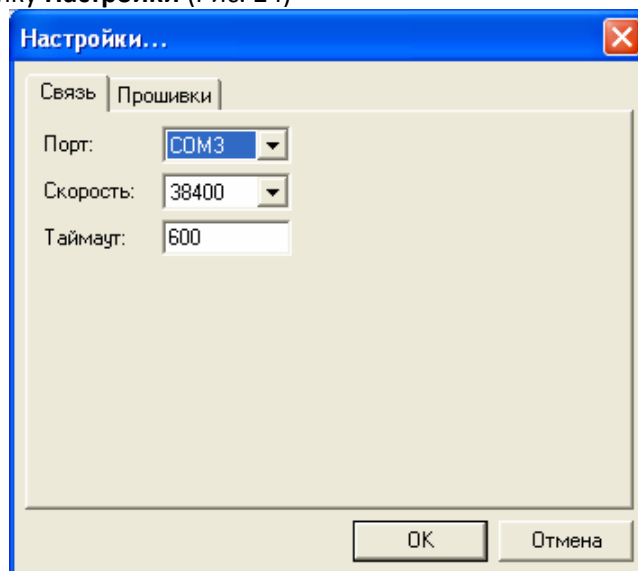

Рис. 25 Окно настройки параметров связи
3. В открывшемся окне (Рис. 25) установите значение в полях: